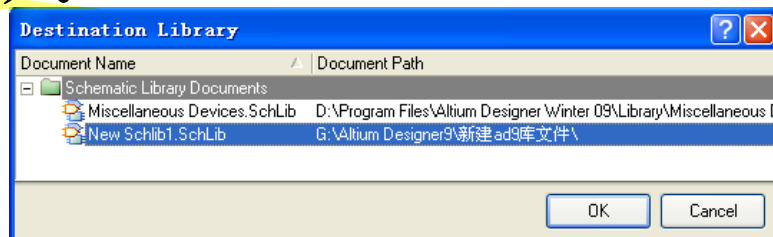

图4-23 复制元件到目标库的库文件
- (4) 在SCH Library面板Components列表中选择想复制的元件, 该元件将显示在设计窗口中(如果SCH Library面板没有显示, 可按窗口底部SCH按钮, 弹出上拉菜单选择SCH Library)。
- (5) 执行Tools → Copy Components命令将弹出Destination Library目标库对话框如图4-23所示。
- (6) 选择想复制元件到目标库的库文件, 如图4-23所示, 单击OK按钮, 元件将被复制到目标库文档中(元件可从当前库中复制到任何一个已打开的库中)。